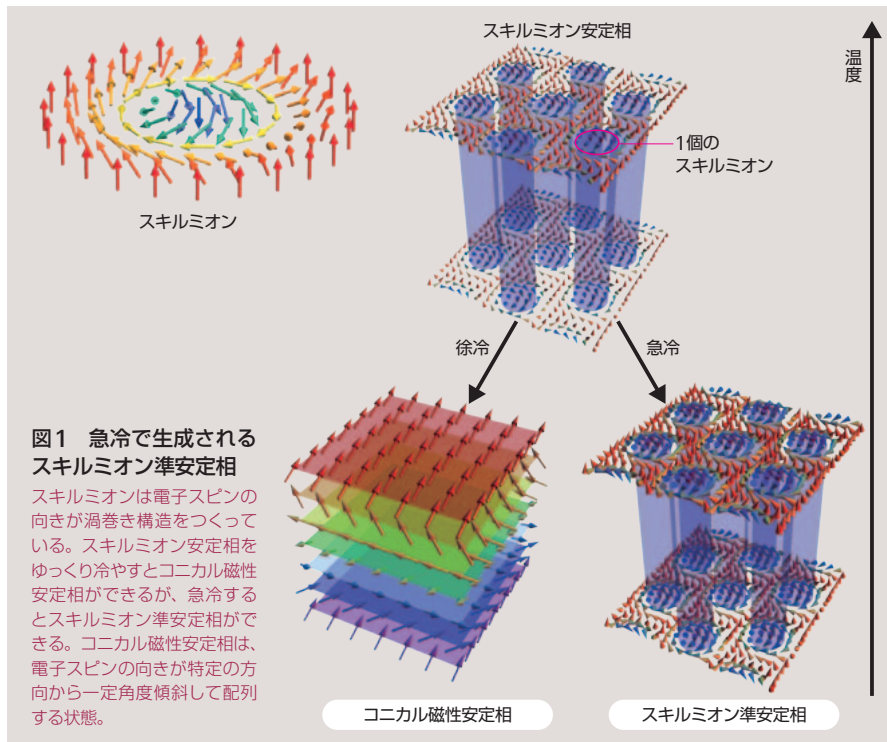

図1 急冷で生成されるスキルミオン準安定相
動的創発物性研究ユニットの賀川史敬ユニットリーダー (UL) は、物質の性質を探索する物性物理学にまったく新しい視点を持ち込もうとしている。「これまでの物性物理学では、温度や圧力、磁場が決まれば、物性を左右する電子状態は各物質で一つに決まると考えられてきました。ところが、物質を急速に冷やすと、普通とは異なる電子状態『準安定相』の物性が現れることが分かってきました」(図1・図2)